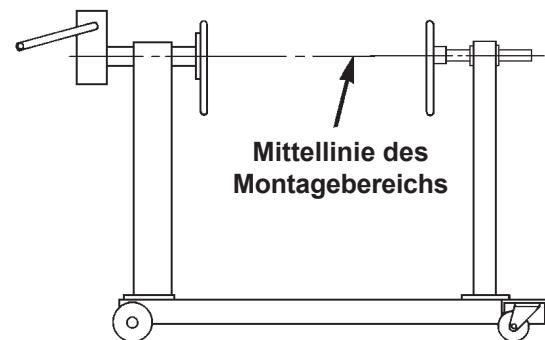

Abbildung 2
3. Den Motor so positionieren, dass sich sein Schwerpunkt im Zentrum des Montagebereichs des Stützblechs befindet. Siehe Abbildung 2.